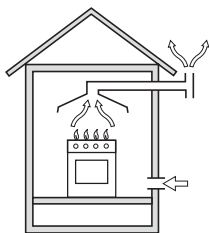

Рис. 1. Прямая вытяжка
- Помещение должно иметь вентиляционную систему, достаточную для удаления продуктов сгорания. Это может быть кухонная вытяжка или электрический вентилятор, которые включаются при работе (Рис. 1).